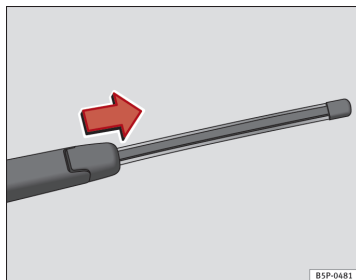

Fig. 149 Sådan tages det bageste viskerblad af.
- Vip viskerarmen væk fra bagruden ⇒ Fig. 149.
- Skub viskerbladsadapteren i pilens retning, og træk viskerbladet af ⇒ Fig. 149.